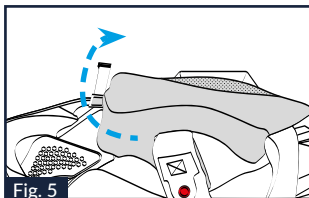

Fig. 5
5.3. Den vorderen Teil des Polsters der linken Wangenpolsterung fassen und nach oben drehen, um den vorderen sowie den oberen Haken auf der Rückseite zu öffnen (Abb. 5).
12.4. Das Polster der linken Wangenpolsterung gegen die Polystyrol-Wangenpolsterung andrücken und gleichzeitig nach innen drehen, um die vorderen und oberen Haken auf der Rückseite zu befestigen. (Abb. 5).